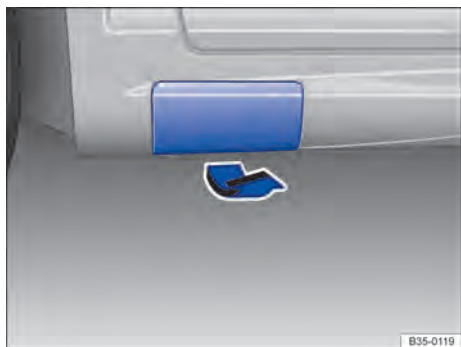

Fig. 262 Atrás no lado esquerdo do veículo: reba-ter a cobertura.
O macaco pode ser colocado somente nos pontos de recepção do macaco mostrados e somente com a cobertura aberta ⇒ Fig. 262. É válido o ponto de apoio localizado próximo à roda correspondente ⇒ ⚠.
6. Procurar sob o veículo o ponto de recepção do macaco ⇒ Fig. 262 mais próximo da roda a ser trocada.
7. Retirar a capa de cobertura na soleira lateral: para isso, puxe com força mas cuidadosamente na direção da seta ⇒ Fig. 262. A capa de cobertura está munida de uma cinta de fixação.